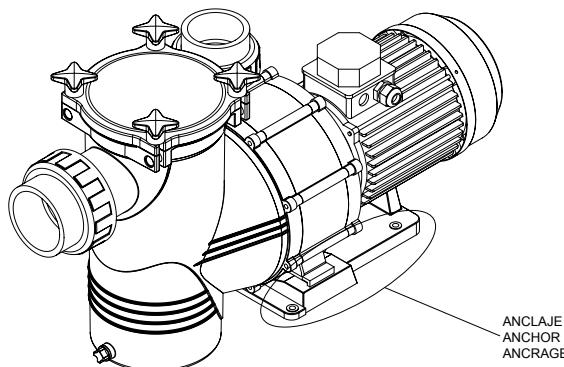

Fig.1
- Todas las bombas están provistas de un pie con dos taladros para poder sujetarlas en el suelo mediante un anclaje (Fig.1).